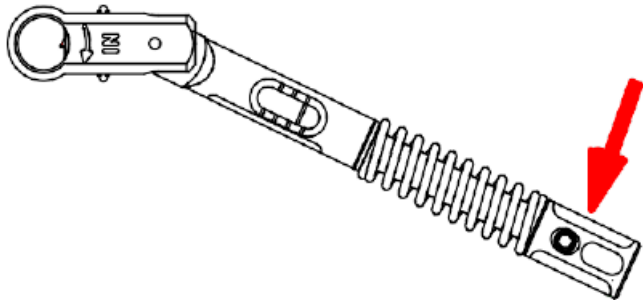

Figura 2
- El punto de presión para una activación exacta del par de giro solamente está en el mango de la tuerca de ajuste (véase la flecha en la **Figura 2**).